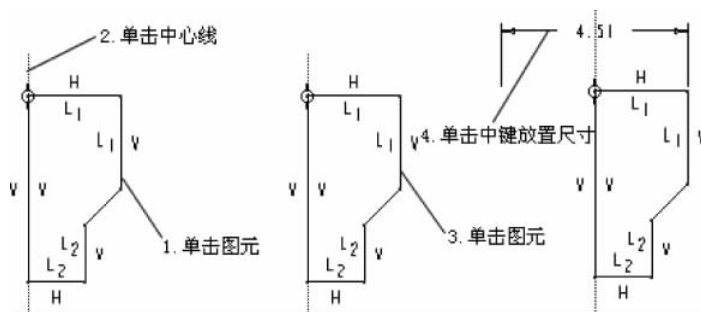

图 3-43 对旋转截面创建直径尺寸
(1) 单击要标注的图元。
(2) 单击要作为旋转轴的中心线。
(3) 再次单击图元。
(4) 单击鼠标中键来放置该尺寸, 如图 3-43 所示。